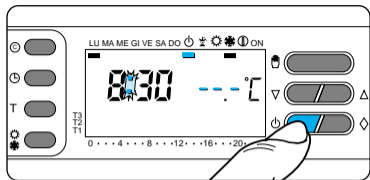

Fig. 69
13.4 - Pulse dos veces el botón ⏻ (fig. 69).